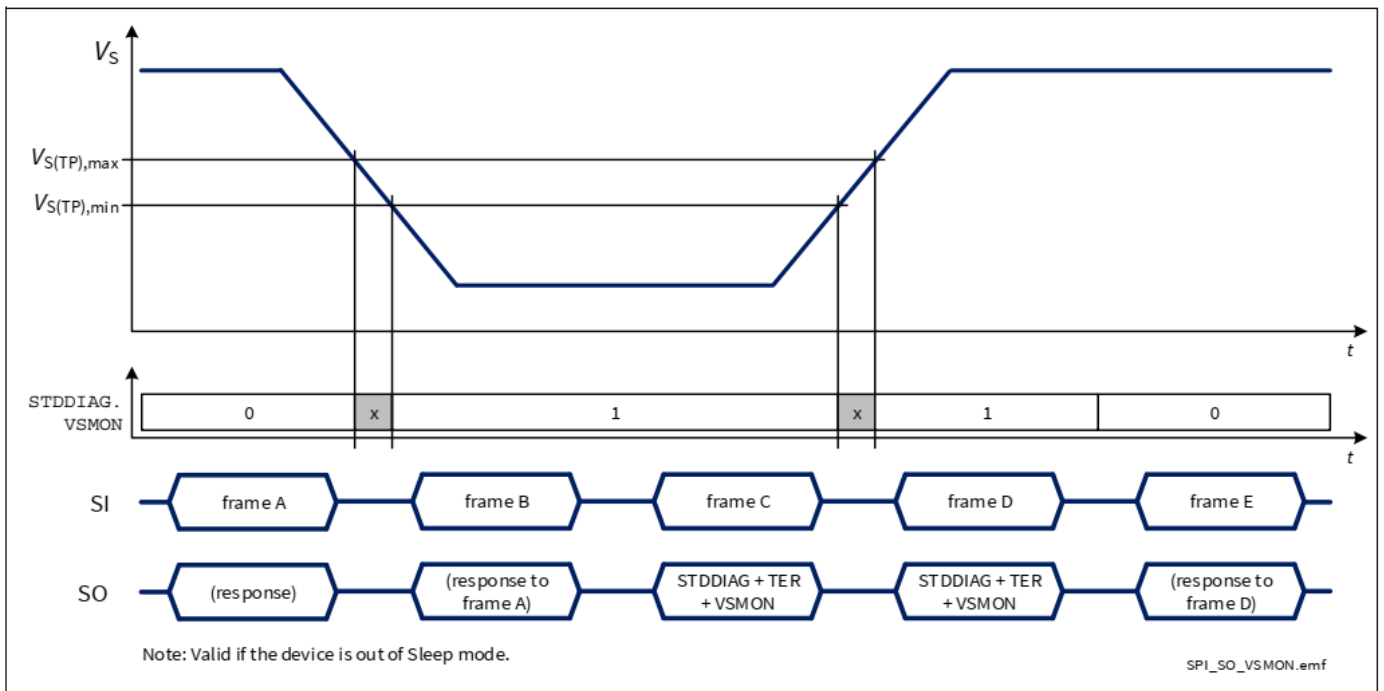

Figure 45 SPI response in case of voltage drop on battery
- 当  $V_S < V_{S(TP)}$  且  $\text{DCR.MUX} \neq 111$ ，如图 45 所示